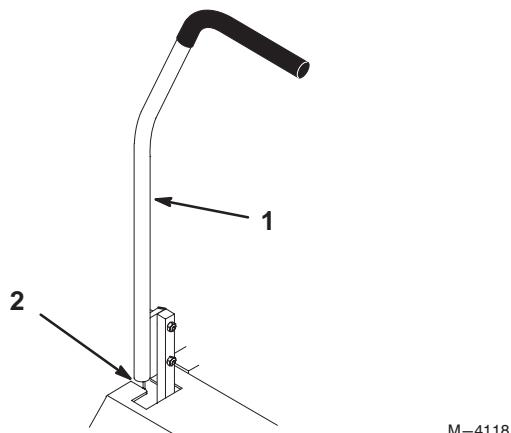

Bild 65
3. Kontrollieren Sie, wo sich der Hebel im Verhältnis zur Auskerbung am Armaturenbrett befindet (er sollte sich in der Mitte befinden, damit er sich nach außen in die neutrale Sperrstellung bewegen kann) (Bild 65).